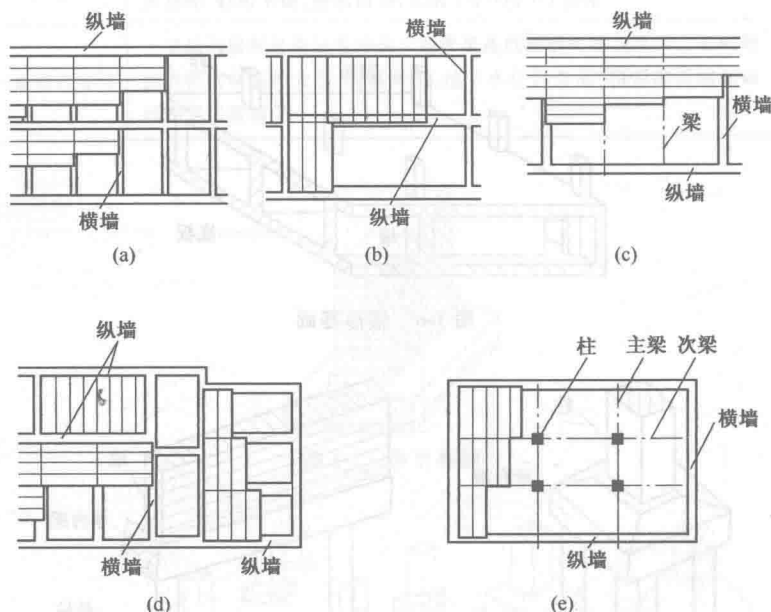

图 1-8 墙体承重形式
(1) 墙体的作用。墙体用来承受由屋顶、楼板、大梁等构件传来的竖向荷载和风力、地震力等水平荷载,它包括承重内墙和承重外墙,承重外墙还具有围护作用,承重内墙还具有分隔作用。
(2) 墙体的承重形式。墙体的承重形式分为横墙承重、纵墙承重、纵横墙混合承重和墙与柱混合承重等形式,如图 1-8 所示。